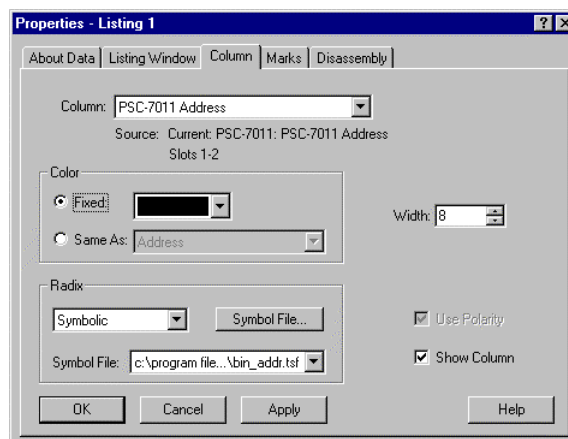

図 E-20 : リスティング・ビューのプロパティの[Column]タブ
- [Address]グループをダブル・クリックして図 E-20 の[Properties] – [Column]タブを開きます。